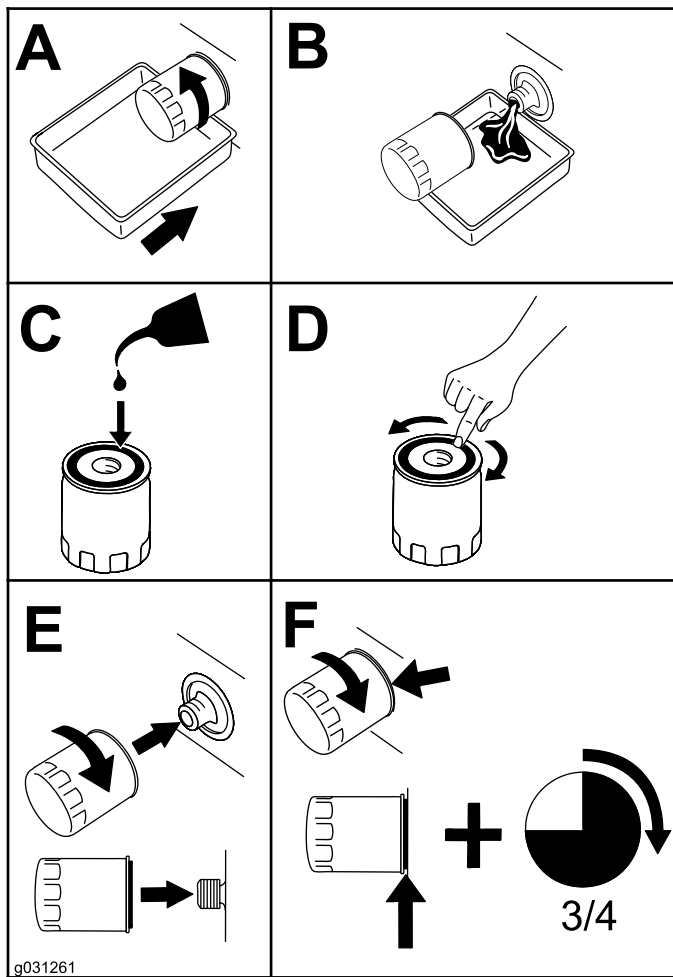

Figura 58
10. Cambie el filtro de aceite (Figura 58).